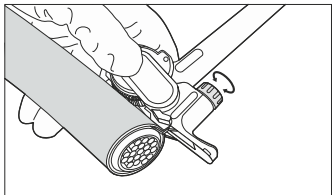

Рисунок 2
5.2 Отрегулируйте с помощью регулировочного винта длину ножа таким образом, чтобы при разрезании оболочки кабеля он не нарушал изоляцию токоведущих жил (рисунок 2).